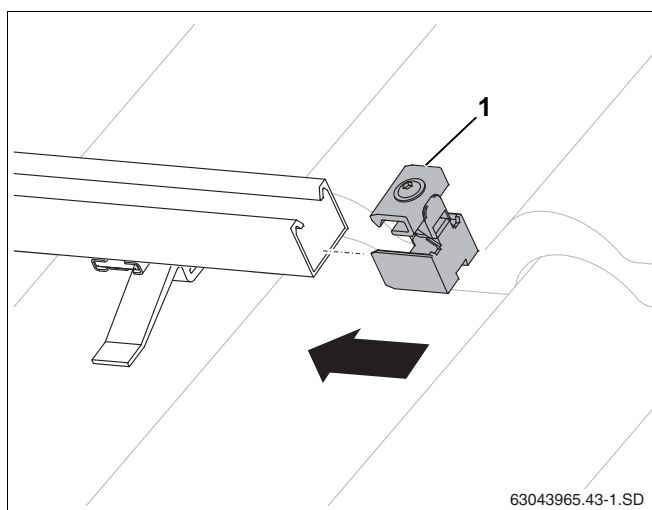

Fig. 42 Indsætning af ensidet opspændingsanordning
- ▶ Sæt de ensidede opspændingsanordninger (fig. 42, **pos. 1**) ind i profils Skinnerne på højre ende af solfangeren, indtil de går i indgreb i første langhul.